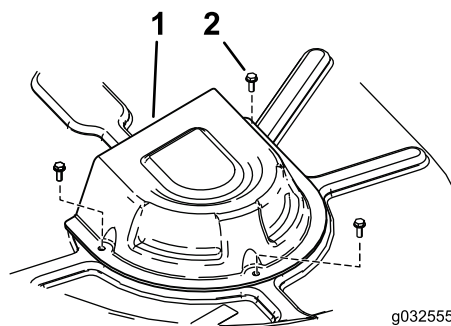

Figura 68
4. Retire las cubiertas de las poleas (Figura 68).
8. Instale las cubiertas de las poleas (Figura 68).